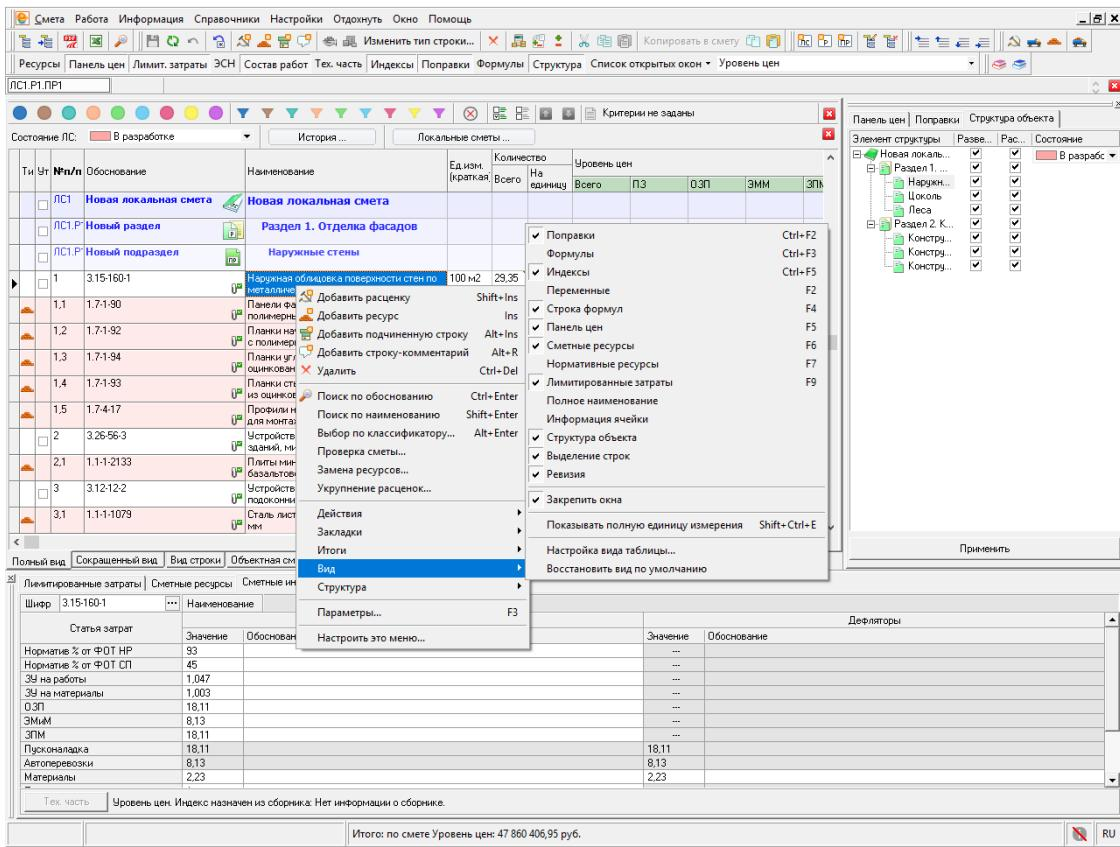

Рис. 6. Контекстное меню
**Переменные** – отображает список независимых числовых переменных, используемых в смете. Переменные делятся на локальные (в пределах одной локальной сметы) и глобальные (в пределах всех объектов в базе). Панель может быть открыта только через контекстное меню (см. рис. 6), либо с клавиатуры клавишей **<F2>**.
**Полное наименование** – отображает наименование расценки. Может быть полезна в случае, если размер ячейки **Наименование** в таблице не позволяет отобразить его полностью. Панель может быть открыта только через контекстное меню (см. рис. 6).
**Информация ячейки** - отображает данные по каждой ячейке сметной строки. Панель может быть открыта только через контекстное меню (см. рис. 6).
**Выделение строк** – включает панель выделения строк. Панель может быть открыта только через контекстное меню (см. рис. 6).
**Ревизия** – включает панель ревизии объекта. Панель может быть открыта только через контекстное меню (см. рис. 6).